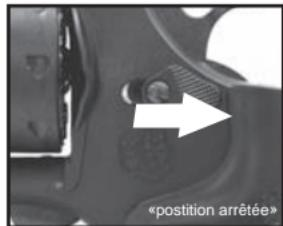

Fig. 1
- Poussez le cran de sûreté vers l'arrière jusqu'à ce qu'il s'arrête (Fig. 1). Le cran de sûreté n'est pas dans la position "ON SAFE" à moins qu'il ne soit poussé complètement vers l'arrière et que le point ROUGE ne soit plus visible.